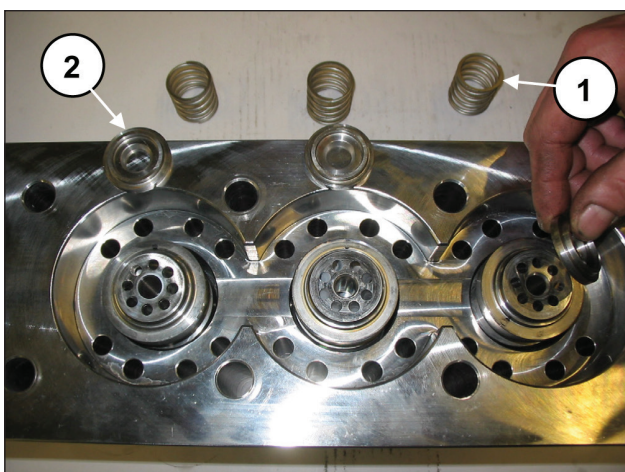

Fig. 114
Durant le démontage des chemises, ne pas perdre les ressorts de soupapes ni les soupapes plates (rep. ① et ②, Fig. 114) car elles pourraient tomber du fait qu'elles sont juste posées en appui.